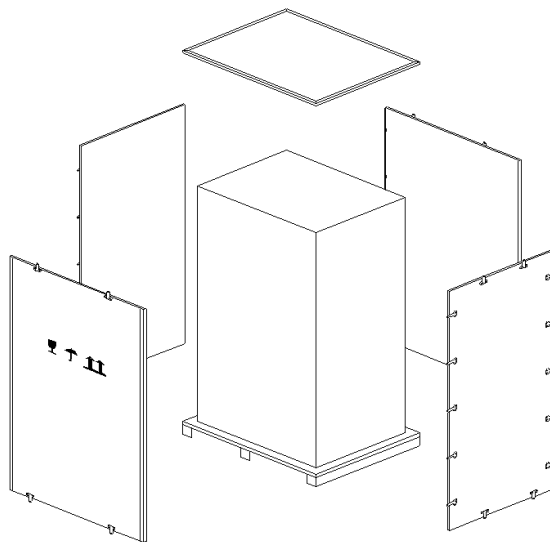

Рис.2-3 Снятие упаковки
3. Снимите упаковку (см. Рис.2-3).